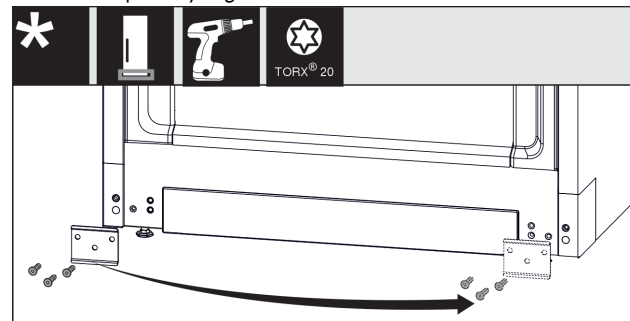

Fig. 21
- ▶ Открутите пластину Fig. 21 (1), переставьте на другую сторону и снова прикрутите.